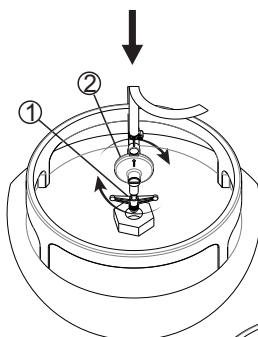

Figura 1
1° Conecte o Niple borboleta (item 1) com registro (item 2) no botijão e de um breve aperto conforme figura 1.